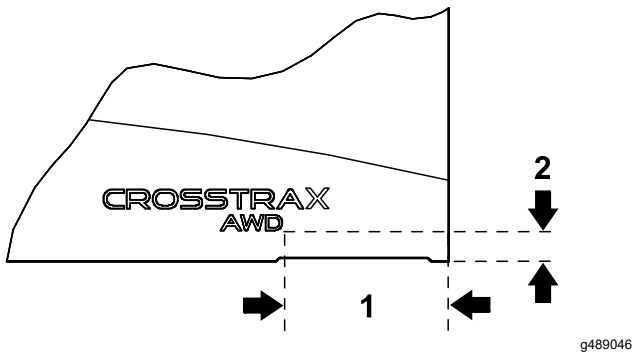

Bild 15
- Verwenden Sie die in Bild 15 abgebildeten Abmessungen und bringen Sie einen CROSSTRAX-Aufkleber an der unteren hinteren Kante jeder Motorhaubenseite an.